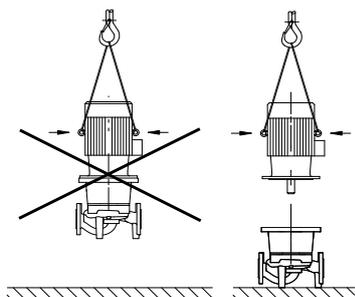

Fig. 8: Transport av motor
- Transportöglorna på motorn får endast användas för att lyfta motorn, inte hela pumpen (fig. 8).